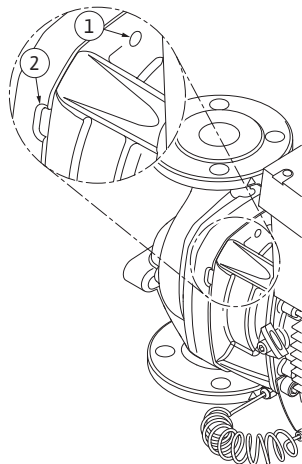

Fig. 53: 用于从泵壳中压出插入件的螺纹孔和槽
13. 从泵壳中压出插入件 (请见 Fig. 13)。为此建议使用两个螺纹孔 (Fig. 53, 位置 1)，尤其是在为了松开底座时。为了松开底座，将适当的螺钉旋入螺纹孔。如果插入件移动灵活，在将其压出时可以使用泵壳和联接架之间额外的槽 (Fig. 53, 位置 2) (为此，例如插入两个螺丝刀，用作杠杆)。在大约 15 mm 的压出行程后，不再于泵壳中引导插入件。